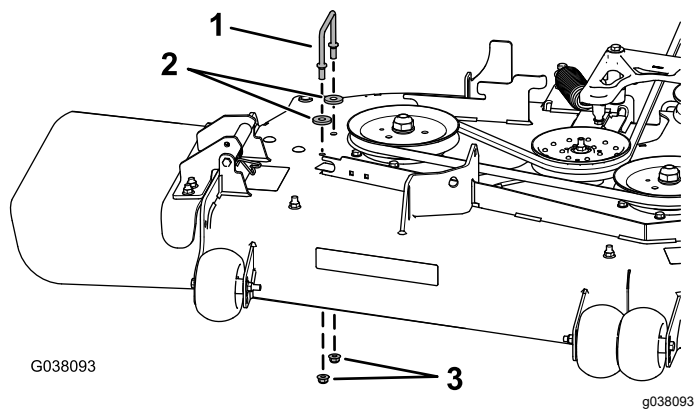

Figure 20
3. Déposez le support du protège-courroie droit, les 2 rondelles et les 2 écrous à embase du tablier de coupe (Figure 20).